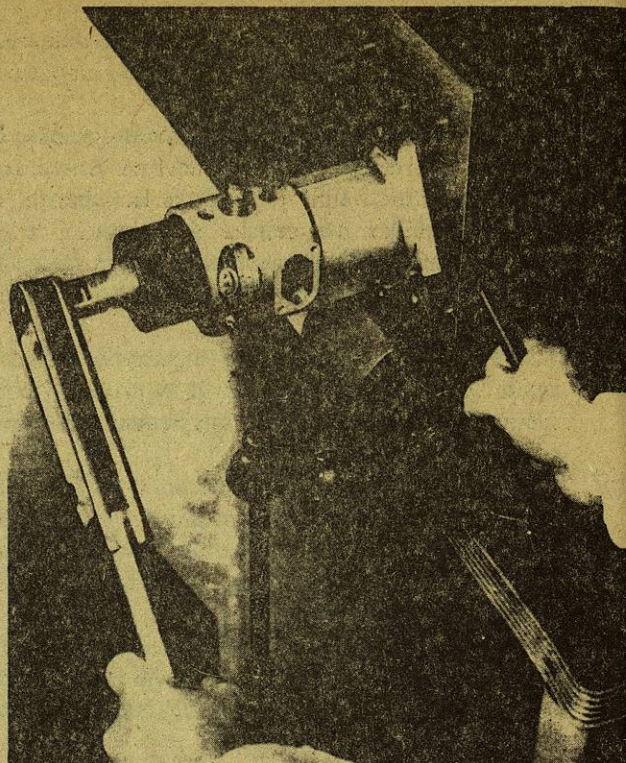

Fig. 39. Apriete o afloje del rotor de la bomba de trasiego.
29. Sujete el buje de transmisión con la herramienta 7144/773 y apriete el rotor de la bomba de trasiego al valor de torsión que le corresponda, utilizando la herramienta 7044/889 (Fig. 39).